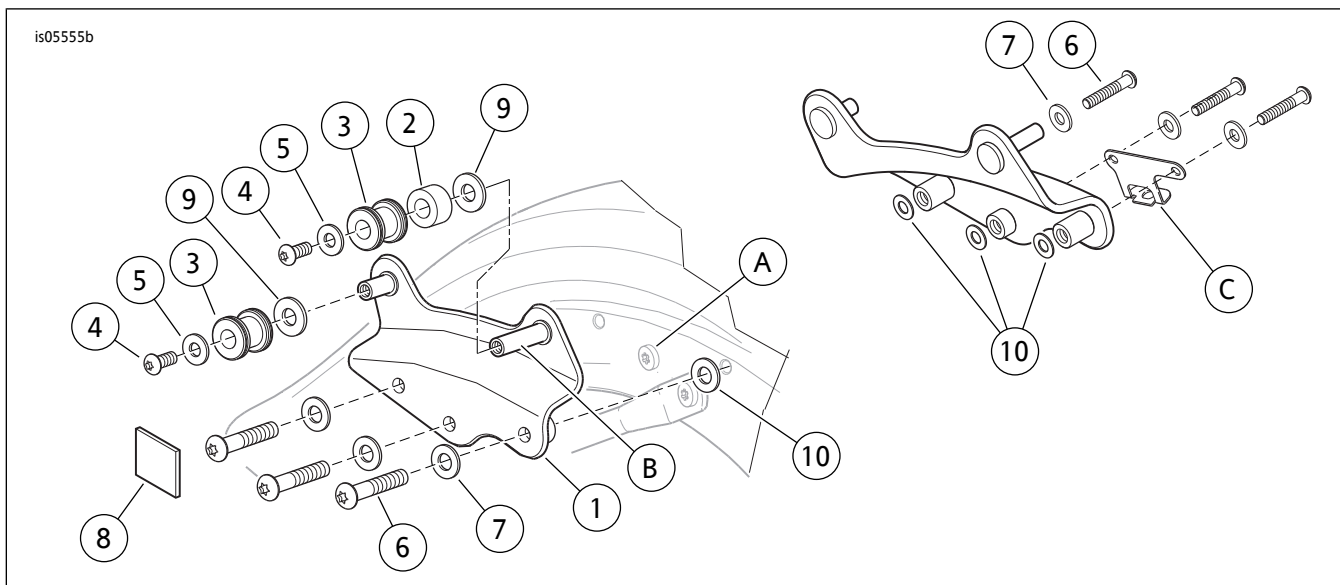

图3。维修零件:四点可拆卸式对接五金件套件
参见图3和表1。
1. 所有车型：参见图3。拆下将镀铬盖后部固定至车辆两侧后车架延长部分的螺丝(A)。
4. 参见图3。将隔板(2)滑至每个对接板的长销(B)之上。使用垫圈(5)和小TORX螺丝(4)将四个对接点(3)安装至长短对接板销之上(先安装斜面端)。将螺栓拧紧到位。